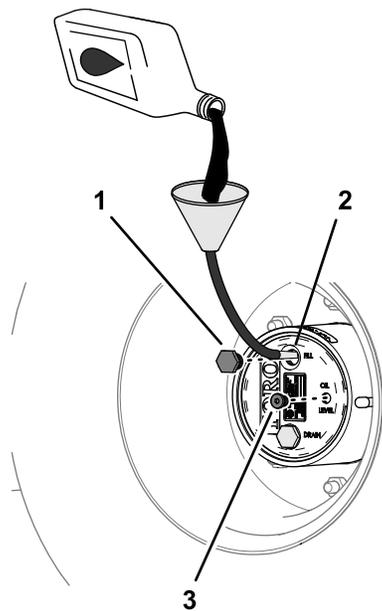

图 98
4. 如果润滑油油位较低应取出加油塞添加指定润滑油直至油开始从检查塞孔中流出图 98 请参阅 行星齿轮传动润滑油规格 (页码 59)。
6. 安装加油塞和检查塞图 98。
1. 通过加油塞孔缓慢添加指定齿轮润滑油请参阅 检查行星齿轮传动润滑油 \(页码 59\)中的图 98。
3. 安装加油塞和检查塞请参阅 检查行星齿轮传动润滑油 \(页码 59\)中的图 98。